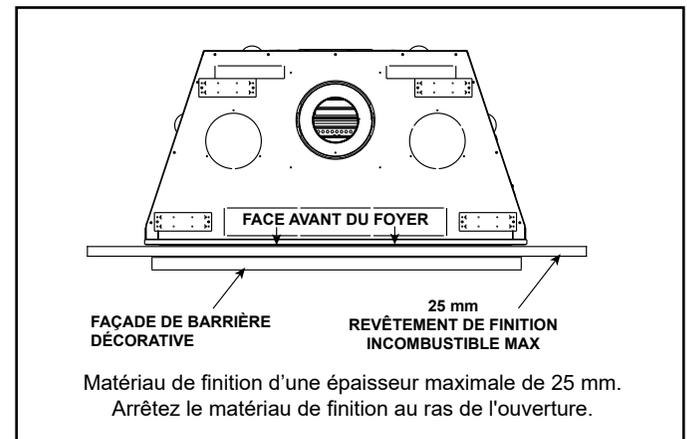

Figure 10.12 Façade décorative à ajustement superposé
- Ajustement intérieur comme indiqué à la figure 10.12. La façade décorative s'adapte à l'intérieur de l'ouverture de l'appareil.